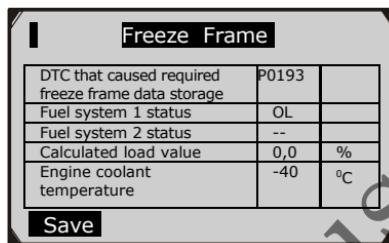

Рисунок 6.19
- Если полученная информация располагается на нескольких экранах, используйте кнопку прокрутки **ВНИЗ** для просмотра остальных данных. (Рисунок 6.19)